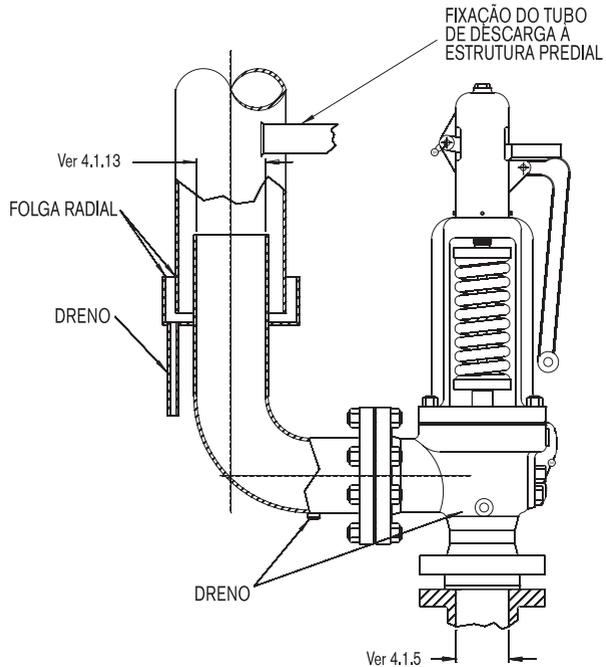

Figura 01
4.1.1 As válvulas devem ser instaladas conforme requisitos da **Figura 01** abaixo: